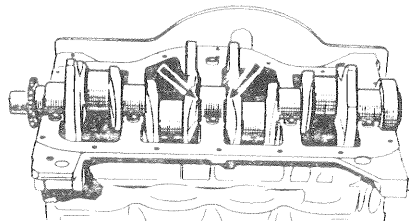

Fig. 38. — Mise en place des demi-cales de latéral du vilebrequin
- Mettre les 1/2 rondelles de latéral en place de part et d'autre du logement de palier central (côté règle orienté vers les faces d'appui du vilebrequin). (fig. 38).